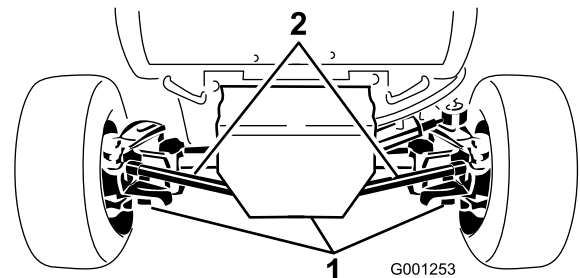

Figura 53
2. Limpie la zona alrededor de los tres tapones de vaciado, uno en cada extremo y uno en el centro (Figura 53).